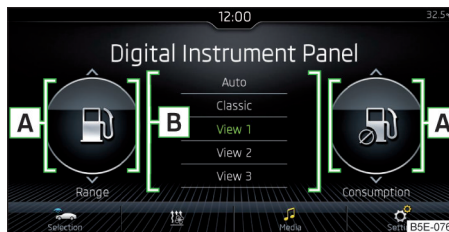

Fig. 37 Setarea opțiunilor de preselectare în Infotainment
- ▶ În zonele » **fig. 37**, selectați informațiile suplimentare dorite printr-o mișcare verticală a degetului pe afișaj.